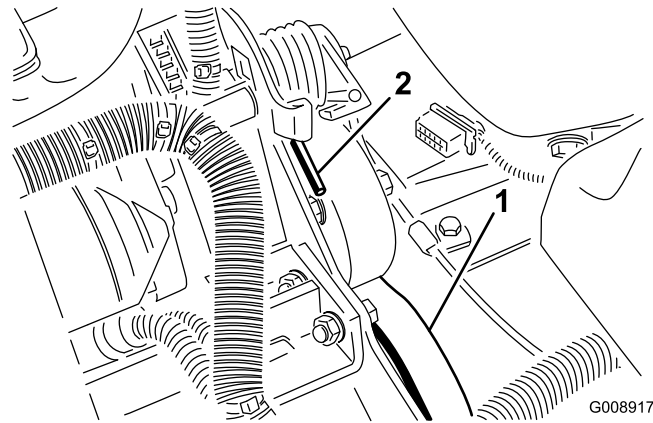

Figura 53
2. Empurre a mola para a frente e para trás (Figura 53) para a desprender do apoio e libertar a tensão da mola.